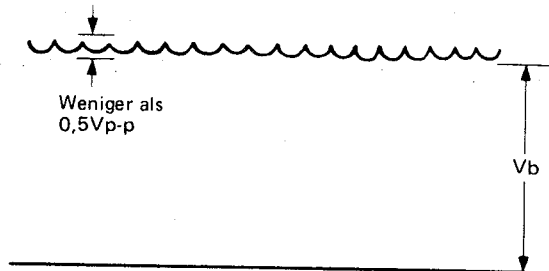

Abbildung 76.
2. Die Ausgabe des TP-715 auf einem Oszilloskop (interne Auslösung) beobachten und prüfen; daß seine Werte den in Abb. 76 gezeigten entsprechen.